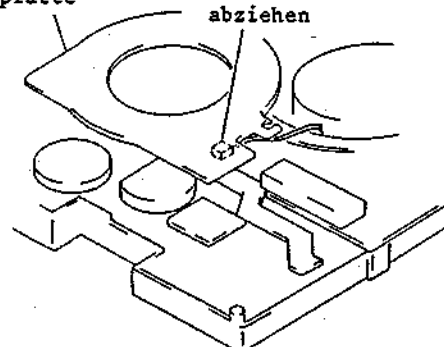

Abb. 2-52 Ausbau des Kondensatsensors
3-9 Ausbau des Kondensatsensors (Abb. 2-52, 2-53)
3. Den Stecker CN2F abziehen (siehe Abb. 2-52).